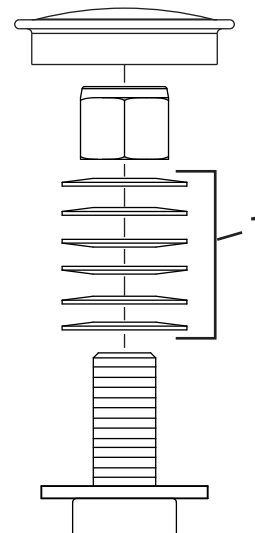

Figura 53
3. Retire el tapón guardapolvo de la rueda giratoria y apriete la contratuerca (Figura 53).
4. Apriete la contratuerca hasta que las arandelas de muelle estén planas, luego afloje  $\frac{1}{4}$  de vuelta para establecer la pre-carga correcta de los cojinetes (Figura 53).
**Importante:** Asegúrese de que las arandelas de muelle están correctamente instaladas, según se muestra en Figura 53.
5. Coloque el tapón anti-polvo (Figura 53).